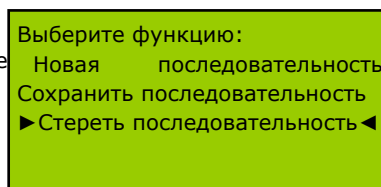

Рисунок 7.
- "Стереть последовательность" позволяет стереть ранее установленную последовательность. См. Рис. 7